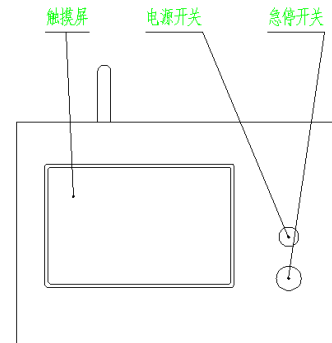

图 5-9
A) 急停开关（如图 5-9）——用于紧急情况停机。放开急停开关，将电源开关（钥匙开关）设置 ON 的位置，此时触摸屏亮起。按下急停开关，若触摸屏及时消息栏提示紧急刹车，说明急停开关及其线路有效，否则应予纠正。